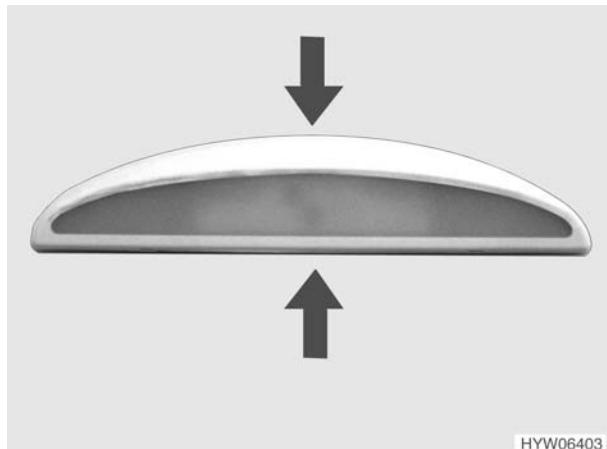

Fig. 105 Luce tenda veranda
- Comprimere leggermente gli involucri (Fig. 105) e sfilarli in avanti.